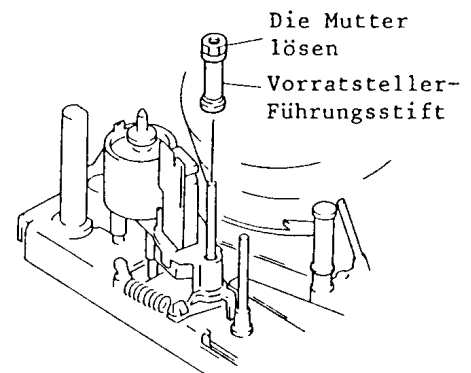

Abb. 7-12 Vorratsteller-Führungsstift
12. Vorratsteller-Führungsstift (Abb. 7-12)